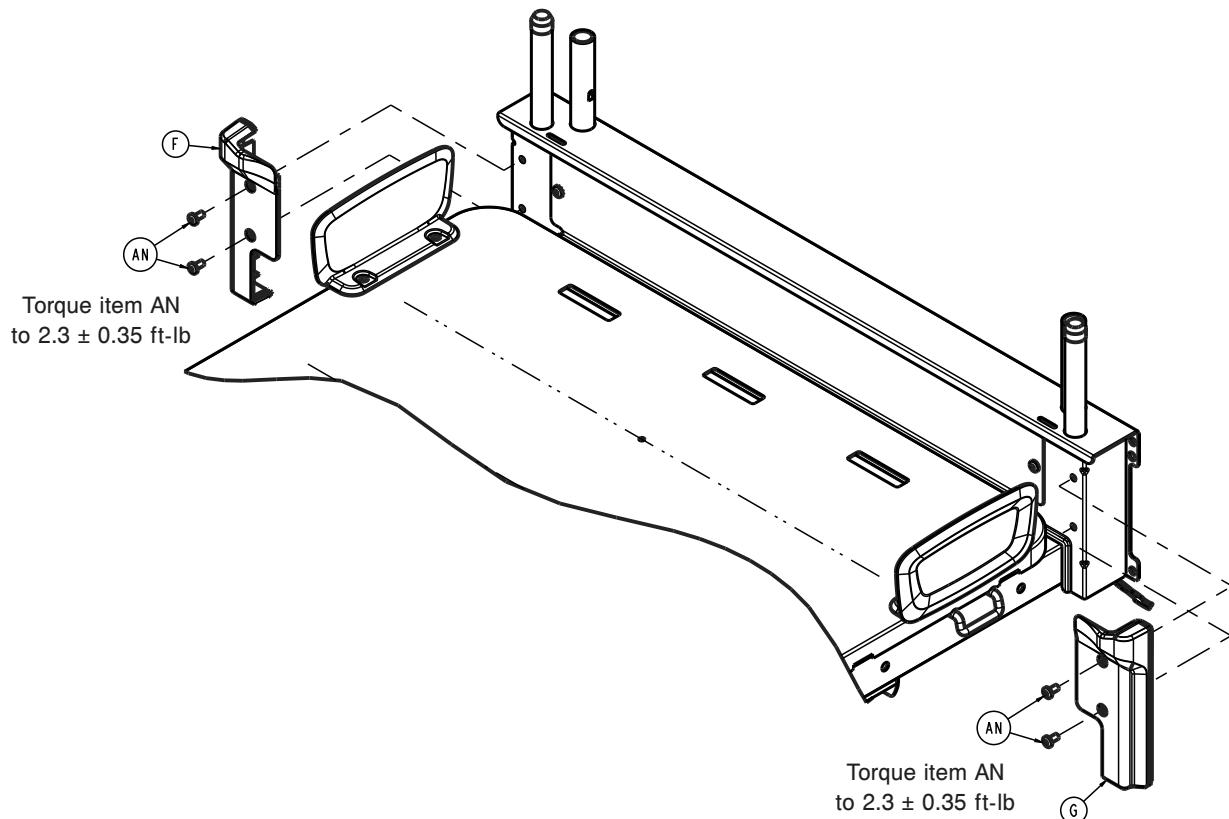

Figure 19 – Retrait du couvercle
4. À l'aide d'une clé Torx T30, retirer les deux vis (AN) qui fixent le couvercle de tête avant (F, G) (Figure 19). Retirer et éliminer le couvercle.